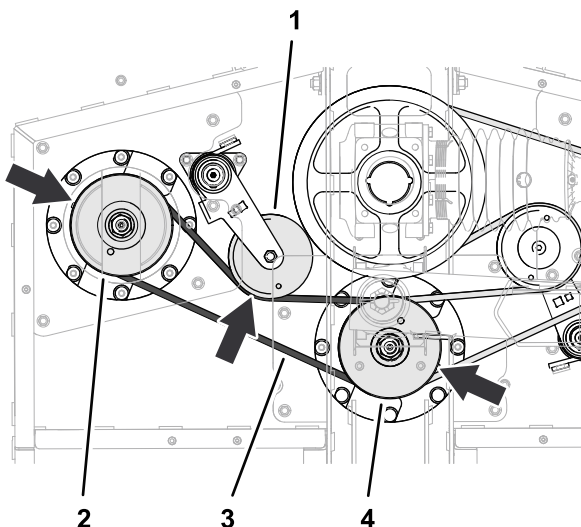

Figura 61
2. Disponete la cinghia lunga attorno alla puleggia del mandrino di sinistra e la scanalatura inferiore della puleggia del mandrino centrale (Figura 61).
antiorario e fate scorrere la cinghia sopra alla puleggia tendicinghia (Figura 61).